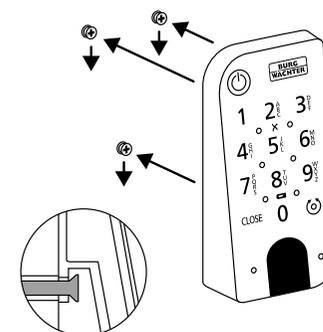

Fig. 4
④ Posizionare il tastierino sulle teste delle viti come indicato nella figura (Fig. 4).